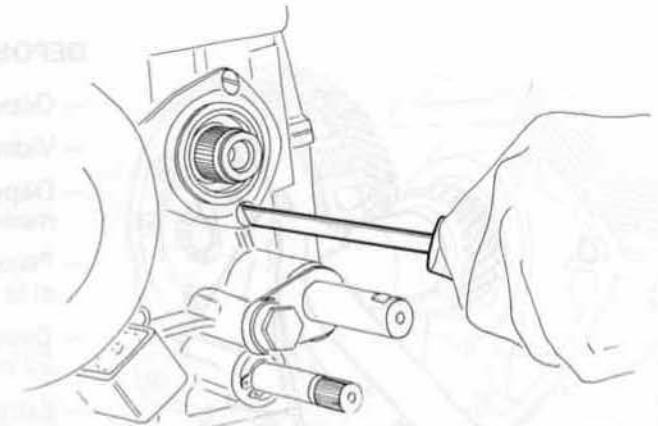

FIG. 1
- Dévisser les 4 vis têtes fraisées de fixation de plaquette (tournevis fig. 1).